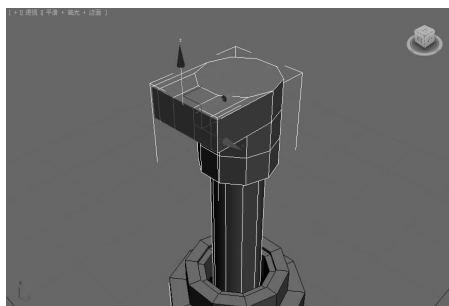

图 5-100 视图对齐效果 ▲
(7)保持多边形为选中状态,激活前视图,单击“编辑几何体”卷展栏中的“视图对齐”按钮,得到如图 5-100 所示的效果。